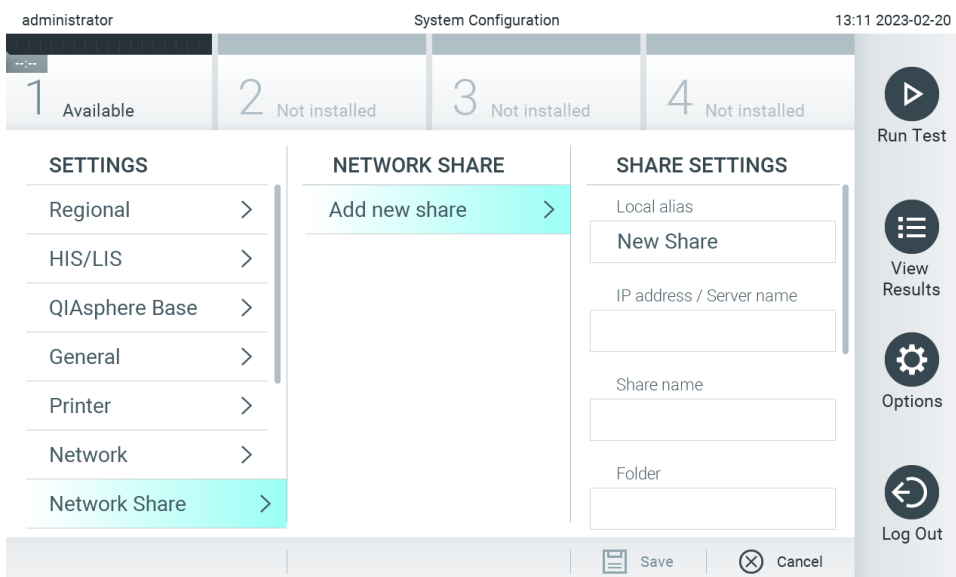

Figura 68. Adăugarea unei partajări de rețea.
6. Apăsați butonul **Add new share** (Adăugare partajare nouă) (Figura 68).